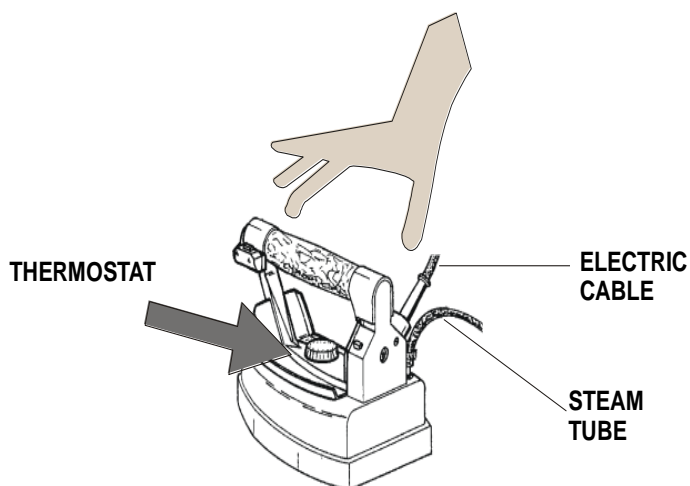
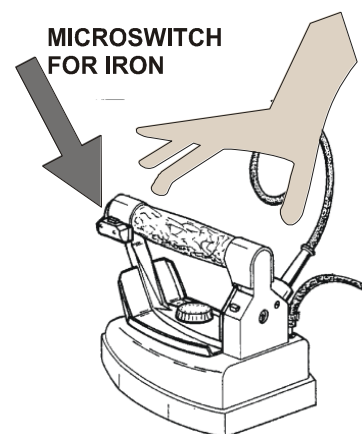

Рис. 2
Рис. 3
1. Гладить утюгом изделие для глажения (рис. 3), периодически нажимая на кнопку подачи пара на утюге и одновременно нажимать на педаль вытяжки воздуха из гладильного стола (рис. 1). Причем педаль включения вытяжки рекомендуется держать нажатой на несколько секунд дольше, чем кнопку подачи пара на утюге, что поможет быстрее высушивать изделие на гладильном столе. Для более качественного глажения советуем регулятор температуры утюга (рис. 2) устанавливать в конечную позицию "cotone".
5. При сухом глажении термостат утюга (рис. 2) можно регулировать в зависимости от рекомендации по глажению конкретных тканей.
4. При поврежденной электропроводке утюга (рис. 2);
5. При потере воды из утюга (рис. 3);
7. Промывать или чистить утюг водой (рис. 3).